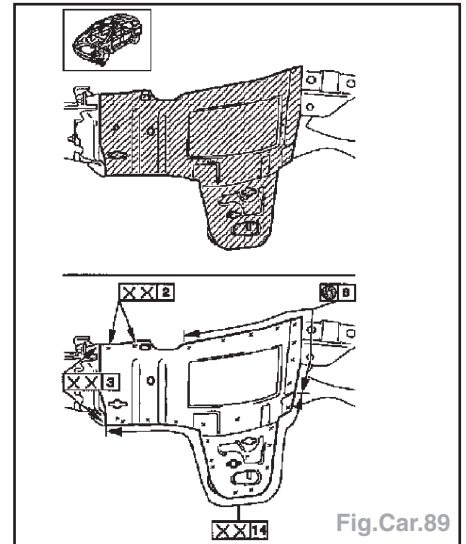

Fig.Car.89
- Déposer les pièces rapportées (Fig.Car.89).